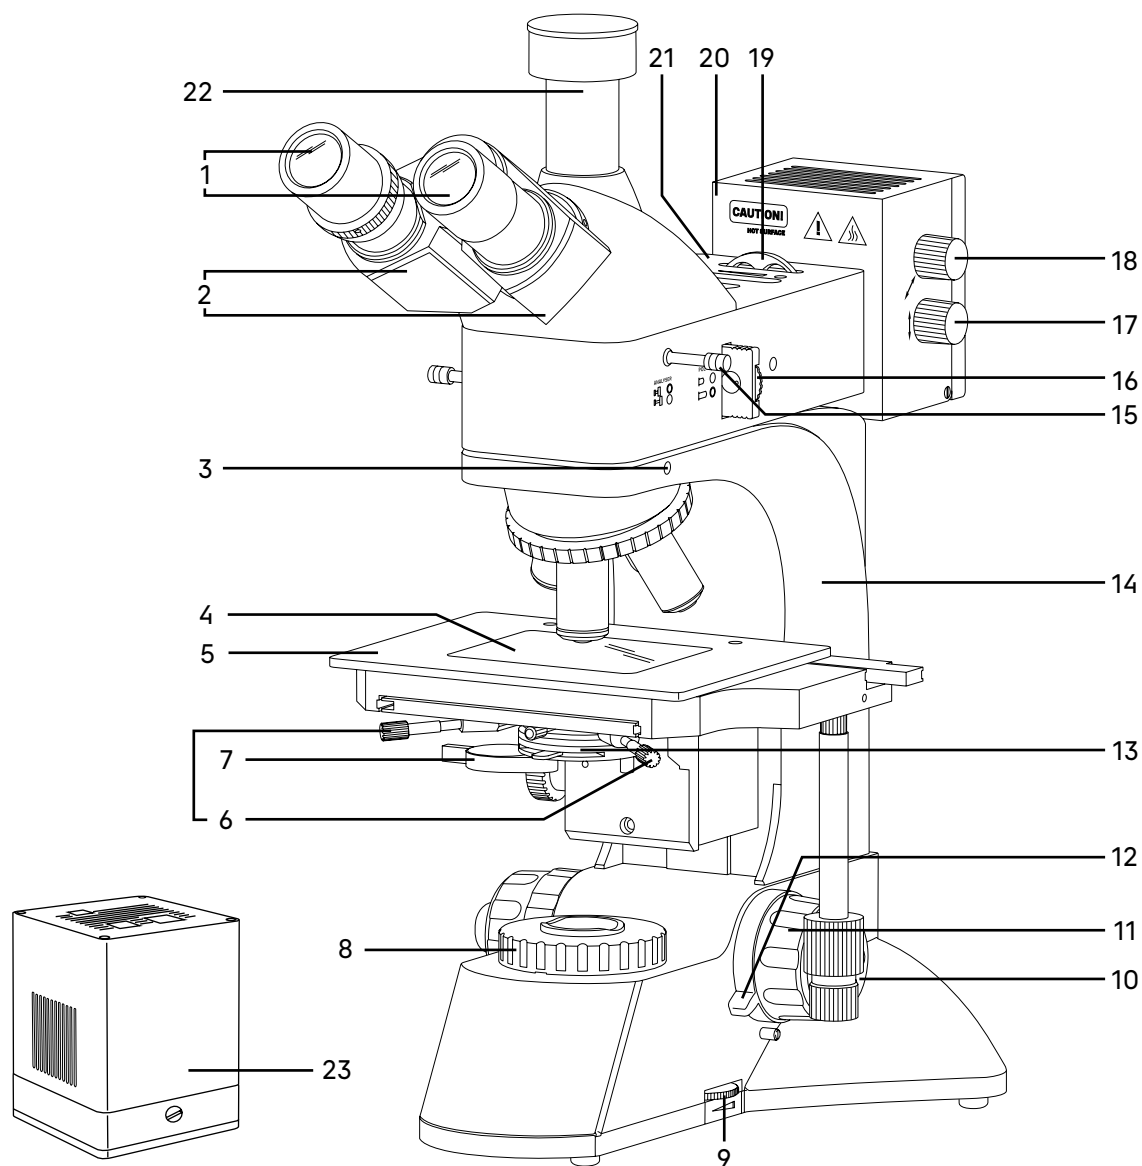
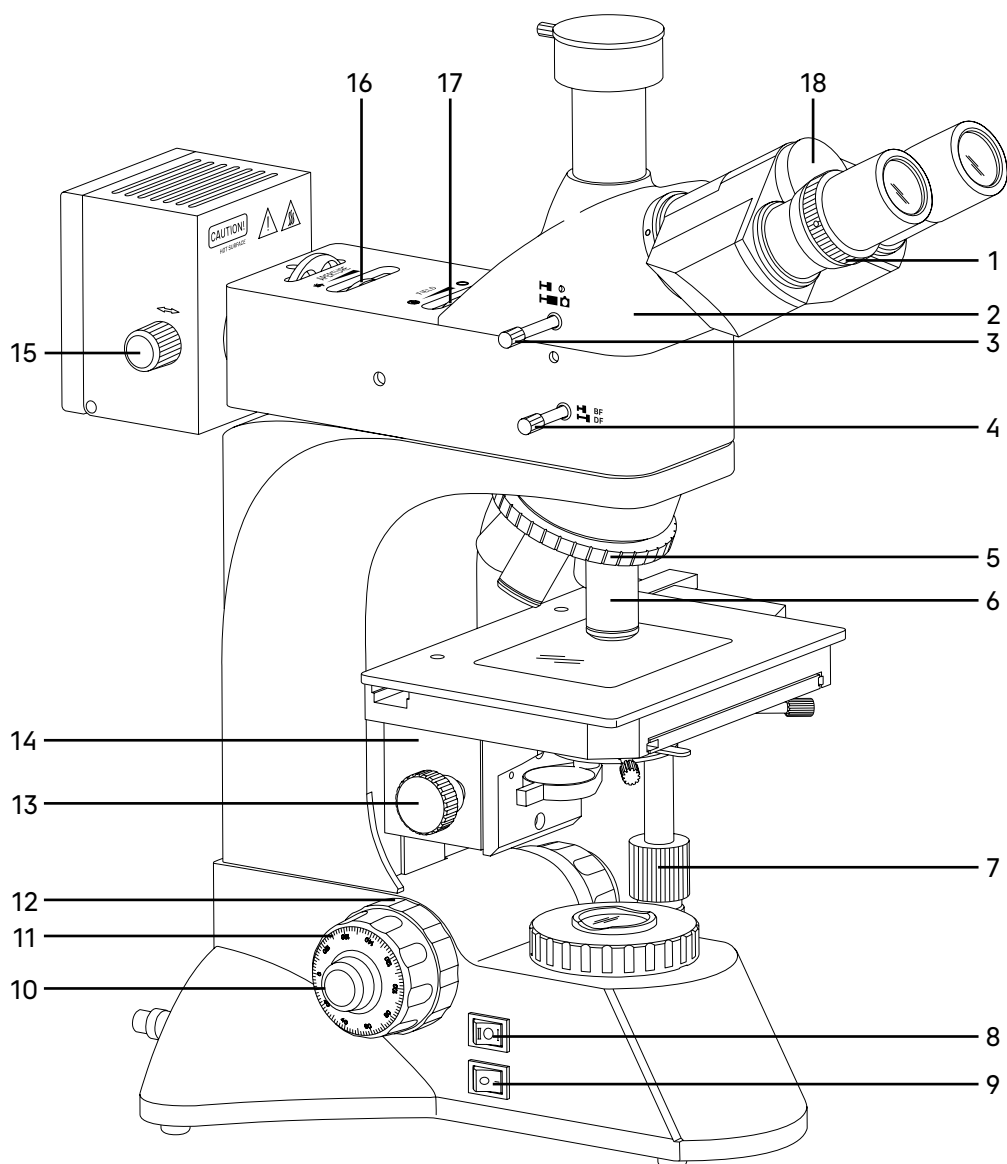

Рис. 1. Микроскоп MAGUS Metal D600 BD. Вид справа
Рис. 2. Микроскоп MAGUS Metal D600 BD. Вид слева
Общий вид микроскопа представлен на рис. 1, 2 и 3.
На штативе 14 (рис. 1) закреплены:
- револьверное устройство 5 (рис. 2) с объективами 6 (рис. 2);
- предметный столик 5 (рис. 1);
- кронштейн конденсора 14 (рис. 2).
На левой боковой поверхности основания расположен выключатель электропитания 9 (рис. 2). В положении «—» включается, а в положении «0» выключается сетевое напряжение.
Также на левой боковой поверхности основания расположен переключатель осветителя проходящего/отраженного света 8 (рис. 2). В положении «I» включается осветитель проходящего света, а в положении «II» включается осветитель отраженного света.
На правой боковой поверхности основания расположен диск регулировки яркости осветителя 9 (рис. 1).
Фокусировка на объект осуществляется перемещением по высоте предметного столика 5 (рис. 1). Грубая фокусировка производится вращением коаксиальных рукояток 11 (рис. 1 и 2), расположенных по обеим сторонам штатива.
Тонкая фокусировка производится вращением рукояток 10 (рис. 1 и 2), расположенных по обеим сторонам штатива. Тонкая фокусировка требуется для более точной фокусировки на объект и для подфокусировки микроскопа на резкость изображения при смене объективов.
Механизм регулировки жесткости хода грубой фокусировки 12 (рис. 2) – кольцо между штативом и рукояткой грубой фокусировки с левой стороны. С помощью кольца регулируется жесткость хода грубой фокусировки таким образом, чтобы жесткость была комфортной для пользователя, но при этом предметный столик не опускался самопроизвольно во время работы.
Механизм блокировки грубой фокусировки 12 (рис. 1) расположен с правой стороны. После завершения грубой фокусировки рекомендуется перевести рычаг в крайнее положение в направлении по часовой стрелке. Благодаря этому закрепится положение грубой фокусировки для быстрой рефокусировки после смены объекта.
Насадка 2 (рис. 2) обеспечивает визуальное наблюдение изображения объекта.
Изменение межзрачкового расстояния в насадке осуществляется разворотом окулярных тубусов 2 (рис. 1) в пределах 48–75 мм. Значение расстояния, установленного в соответствии с глазной базой наблюдателя, отсчитывается по шкале на визуальной насадке 18 (рис. 2).
Механизм диоптрийной подвижки на левом окулярном тубусе служит для компенсации аметропии глаз наблюдателя. Регулировка осевого положения окуляра производится кольцом 1 (рис. 2). Второй окулярный тубус насадки неподвижный.
В вертикальный тубус 22 (рис. 1) корпуса визуальной насадки (канал визуализации) для фиксации камеры (видеоокуляра) устанавливается переходник C-mount. Камера служит для вывода изображения на экран компьютера или монитор/телевизор. Переключение светового потока на вертикальный тубус производится рукояткой 3 (рис. 2). Рукоятка имеет два положения: 100/0 и 0/100.
В комплект микроскопа входят окуляры 1 (рис. 1). Окуляры имеют высокое положение выходного зрачка и предназначены для работы как в очках, так и без них.
Револьверное устройство 5 (рис. 2) обеспечивает установку пяти объективов 6 (рис. 2). Смена объективов производится вращением револьверного устройства за рифленую поверхность до фиксированного положения.
Двухкоординатный предметный столик 5 (рис. 1) обеспечивает перемещение объекта в двух взаимно перпендикулярных направлениях с помощью рукояток 7 (рис. 2), расположенных на одной оси.
Размеры предметного столика 210 мм x 140 мм. Диапазон перемещения предметного столика составляет 75 мм по оси X и 50 мм по оси Y. Стеклоплатная прозрачная вставка в предметный столик 4 (рис. 1) обеспечивает возможность работы с прозрачными и полупрозрачными объектами.
Конденсор 13 (рис. 1) установлен в кронштейн 14 (рис. 2) под предметным столиком микроскопа. Тип крепления конденсора – «под винт». Перемещение конденсора вдоль оптической оси микроскопа осуществляется с помощью рукоятки перемещения кронштейна конденсора 13 (рис. 2), расположенной слева от наблюдателя под столиком микроскопа. Диапазон перемещения конденсора – не менее 13 мм.
Центрировка конденсора в оптической оси осуществляется двумя винтами 6 (рис. 1).
Апертурная диафрагма регулируется (открывается/закрывается) рукояткой на конденсоре 13 (рис. 1). Для достижения наилучшего качества изображения рекомендуется прикрывать апертурную диафрагму конденсора светлого поля приблизительно на 1/3 диаметра выходного зрачка объектива.
К корпусу конденсора светлого поля снизу крепится оправа с откидной линзой 7 (рис. 1), которая используется для улучшения освещения и получения более четкого изображения объекта. При работе с объективом малого увеличения 4x рекомендуется вводить ее в ход лучей.
Питание лампы осуществляется от сети переменного тока через источник электропитания, расположенный внутри штатива. Включение осветителя осуществляется с помощью выключателя 9 (рис. 2) и переключателя 8 (рис. 2). Регулировка яркости осуществляется диском 9 (рис. 1).